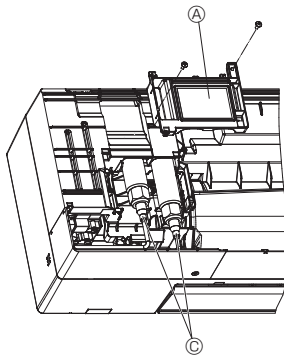

Fig. 3-11
- (4) Déposer le couvercle de boîtier Ⓐ. (Fig. 3-11)